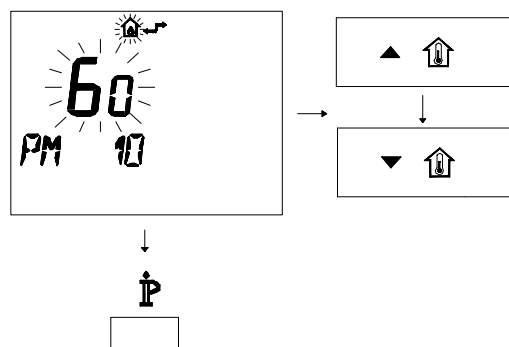

Figura 5.53
- Per modificare il SET programmato agire sui pulsanti  o  e aspettare che il numero programmato cominci a lampeggiare (Figura 5.53).